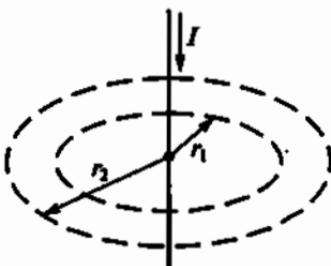

Рис. 41
2.5. Каково при известном токе I соотношение между магнитодвижущими силами F_1 и F_2 вдоль концентрических окружностей соответственно с радиусами r_1 и r_2 , показанных на рис. 41?
2.6. Какое соотношение магнитной индукции B и напряженности магнитного поля H справедливо для магнитных силовых линий с радиусами r_1 и r_2 , показанных на рис. 41?